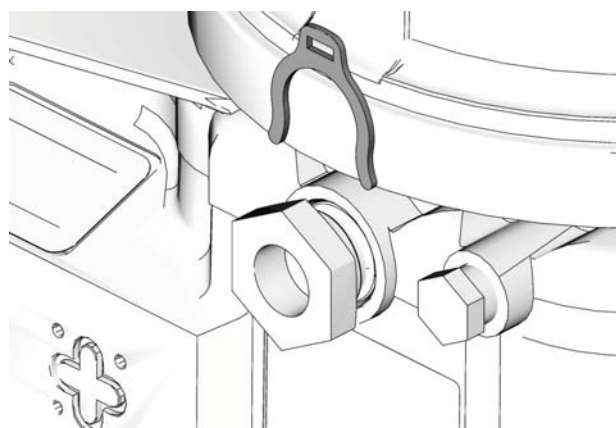

FIG. 13
El control del volumen de la bomba se configura utilizando cero (0) espaciadores, 1 o 2 espaciadores (FIG. 13).